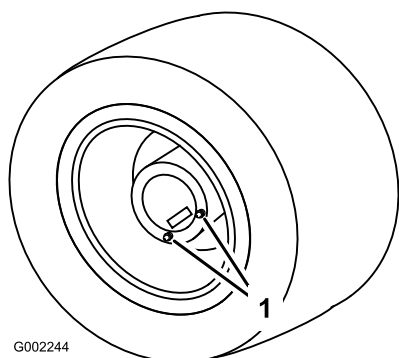

Figura 48
1. Posizionate l'irroratrice su un terreno pianeggiante con le ruote posteriori in posizione di spurgo come illustrato nella Figura 48.
3. Mettete una bacinella sotto i tappi di spurgo e toglieteli dalla ruota (Figura 48).